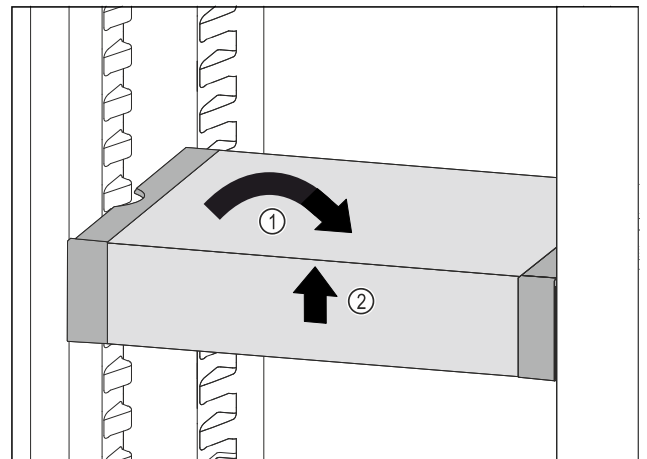

Fig. 137
- VarioSafe gerade stellen. Fig. 137 (1)
► VarioSafe vorne anheben. Fig. 137 (2)